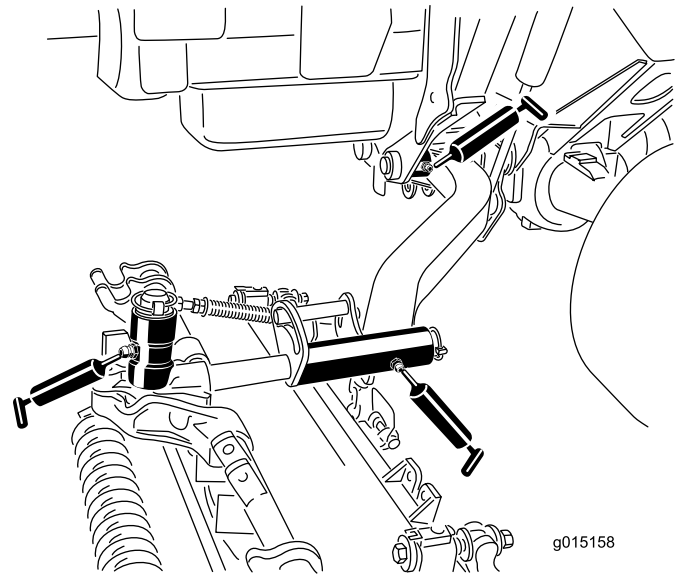

Bild 68
- Schneideinheit-Trägerrahmen (2 pro Schneideinheit) (Bild 68)
- Mähwerk-Hubarmgelenk (1 pro Schneideinheit) (Bild 68)
- Hubarm-Drehbüchsen (1 pro Schneideinheit) (Bild 68)